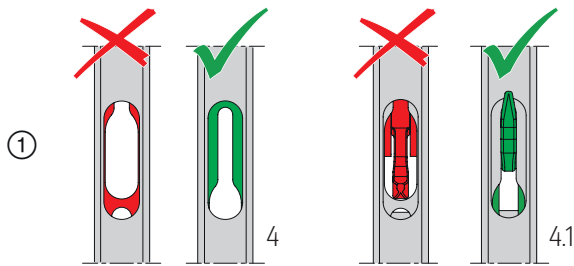

Abb. 57
Hinweis: Die Darstellungen zeigen die Getriebeverlängerung und das Getriebe für Bolzen, die Arbeitsschritte sind für alle Getriebearten gleich. ① Getriebe 4/4.1 in Verschlussstellung (abgesenkte Position) bringen; **Abb. 57.** ② Riegelverbindungsstück von